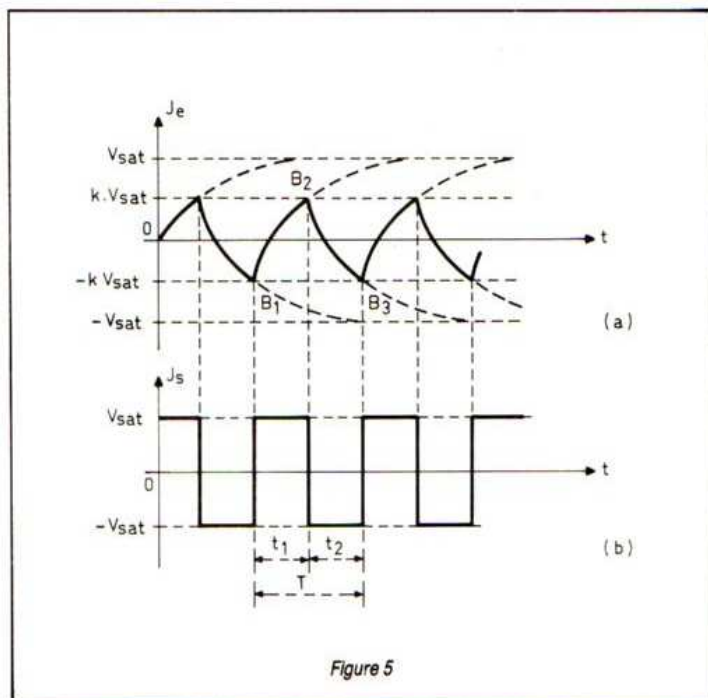

Figure 5
B. - 1° Supposons qu'à l'instant initial $v_e = 0$ (condensateur déchargé) et $v_s = +V_{sat}$ (saturation positive). Le condensateur se charge alors à travers R_o et sa tension tend vers $+V_{sat}$ (fig. 5-a).
On détermine la constante d'intégration A en écrivant que $v_e(0) = -k \cdot V_{sat}$ au début de la saturation positive [point B₁ sur la figure 5-a]. Donc :
A la fin de la saturation positive [point B₂ de la figure 5-a], dont la durée est t_1 , on a : $v_e(t_1) = k \cdot V_{sat}$
De la condition initiale $v_e(0) = k V_{sat}$ [point B₂ de la figure 5-a], on tire :
À $t = t_2$, on doit avoir $v_e(t_2) = -k V_{sat}$ [point B₃ de la figure 5-a].
On observe une nouvelle charge du condensateur à travers R_o , et le cycle recommence. Le montage réalisé est bien celui d'un oscillateur de relaxation délivrant des signaux en créneaux (fig. 5-b).
L'antilog, c'est l'inverse du précédent (fig. 5), la résistance varie très vite dans les premiers degrés de la courbe et ralentit ensuite. Cette courbe est moins répandue que la précédente, elle est intéressante pour régler le gain d'un préamplificateur audio en faisant varier la résistance de contre-réaction. Ce type de potentiomètre n'est pas très courant ; si vous avez réellement besoin de la fonction log inverse, vous pourrez commander votre potentiomètre log par deux pignons ayant le même nombre de dents (inversion du sens de rotation de la commande) ou, plus simplement, si l'axe est accessible par l'arrière, vous pourrez le commander du côté opposé au canon. Une opération de ce type est